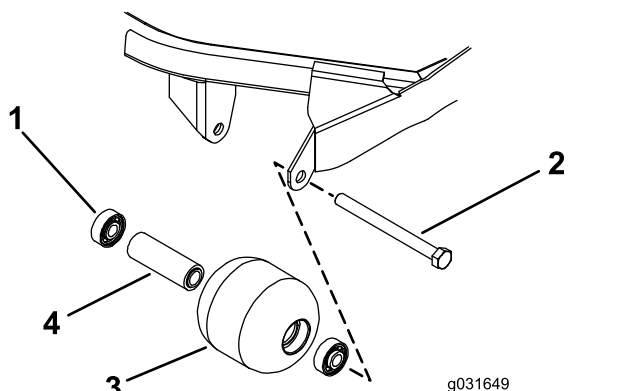

Figura 73
1. Retire o parafuso de montagem do rolo (Figura 73).
4. Verifique se a estrutura dos rolamentos, os rolamentos e o espaçador de rolamentos estão danificados (Figura 73).
1. Empurre só a calha externa ou, então, exerça o mesmo tipo de pressão nas calhas interna e externa, e empurre o primeiro rolamento para a estrutura do rolamento (Figura 73).
2. Coloque o espaçador (Figura 73)
externa, e empurre o segundo rolamento para a estrutura do rolamento até entrar em contacto com o espaçador (Figura 73).